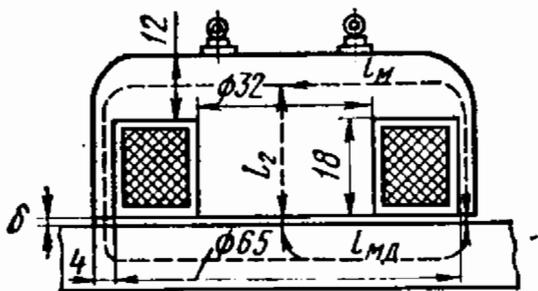

Рис. 9.22
9.22. Рассчитать тяговую характеристику подъемного электромагнита $F(\delta)$ для значений воздушного зазора $\delta = 1, 2, 3, 4$ мм. При расчете потоком рассеяния и магнитным сопротивлением стали пренебречь, магнитодвижущая сила катушки электромагнита $\omega I = 2500$ А. Размеры электромагнита указаны на рис. 9.22 в мм.